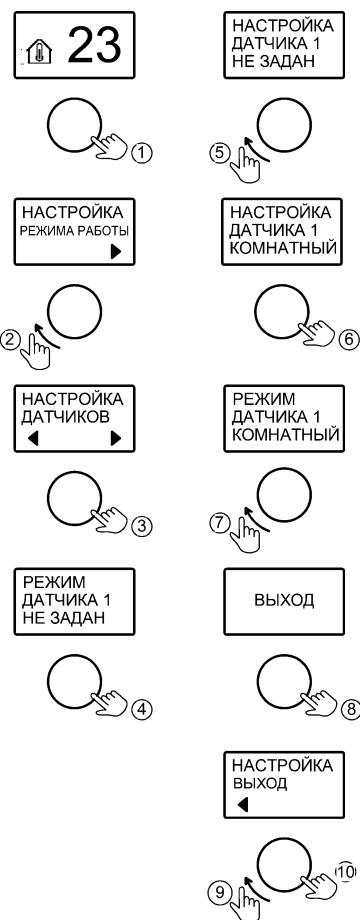

Рисунок 11. Настройка датчиков температуры воздуха
10.5 Вкладка «ДАТЧИКИ т° ВОЗДУХА» предназначена для активации предварительно подключенных датчиков температуры воздуха (см. рис.11).